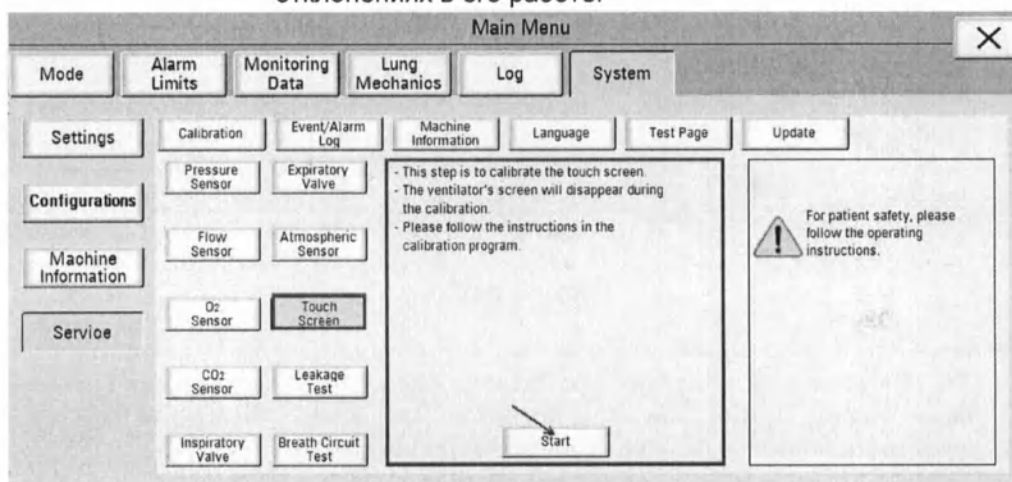

Рисунок 6-59.
4. **Калибровка сенсорного экрана.** Нажмите кнопку «Сенсорный экран», чтобы открыть страницу калибровки. Появится сообщение: «Это действие выполняется для калибровки сенсорного экрана. Экран аппарата ИВЛ во время калибровки исчезнет. Следуйте инструкциям в программе калибровки», как показано на рис. 6-59